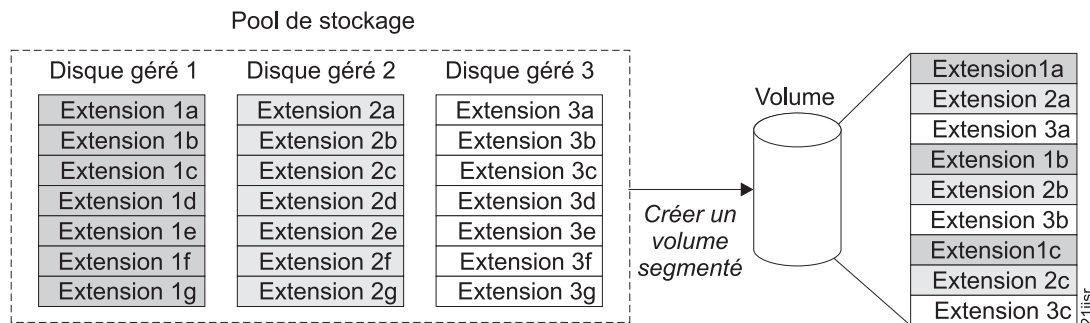

Figure 9. Pools de stockage et volumes
- | La figure 9, à la page 31 illustre un exemple de pool de stockage qui contient trois disques gérés. Cette figure montre également une copie de volume segmentée créée avec les extensions disponibles dans le pool de stockage.